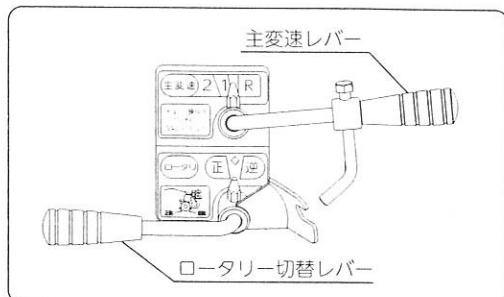

図24
1) 走行変速レバー（図24）
2) ロータリー変速レバー（図24）